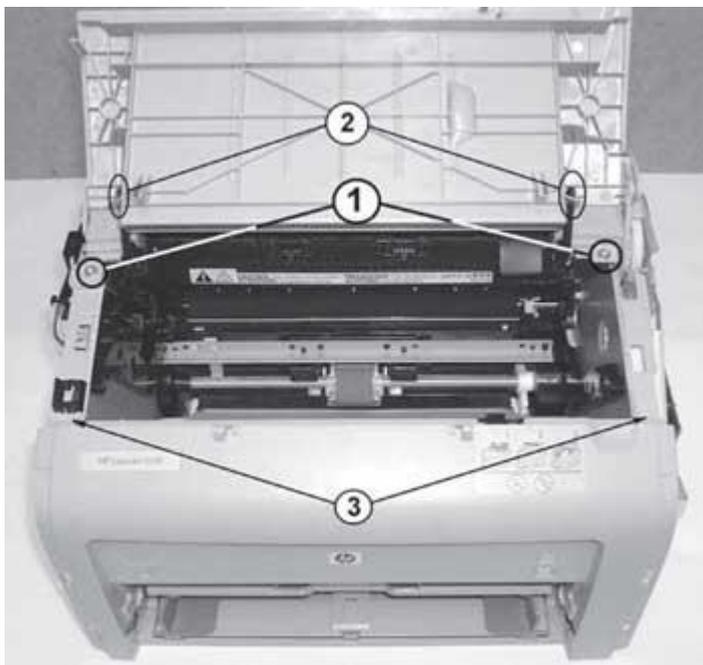

Рис. 6. Фиксаторы
9. Откручивают два винта крепления верхней крышки (рис. 6, поз. 1) и, перемещая ближнюю сторону крышки вверх и от себя, снимают ее с устройства. При снятии крышки не допускают повреждение рычагов прижима узла термозакрепления и пазов их привода, расположенных на крышке (поз. 2).
12. Перемещают нижнюю часть крышки к себе и, одновременно освобождая расположенные вверху фиксаторы (рис. 6, поз. 3), снимают переднюю крышку.